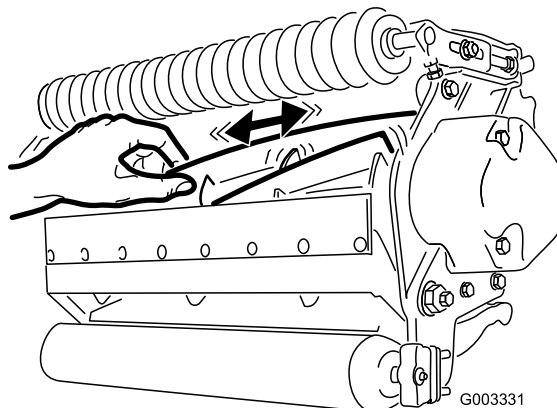

Figure 27
2. Tenez la lame du cylindre avec un gant épais ou un chiffon et essayez de déplacer le cylindre latéralement (Figure 27).